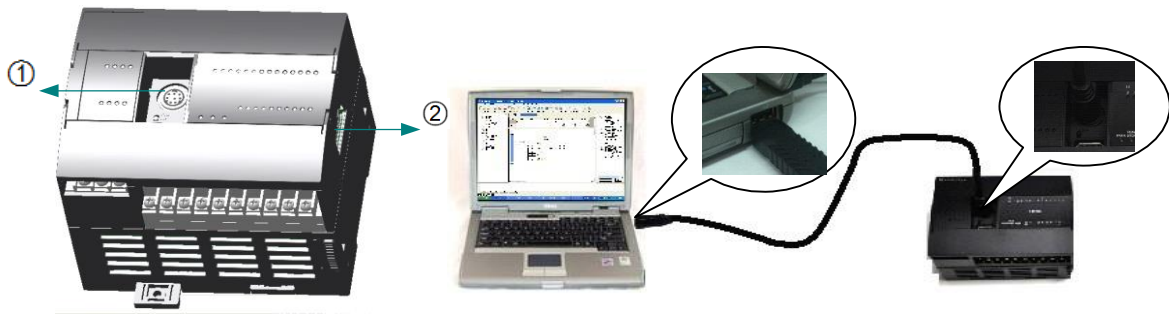

图 31 通讯连接示意
RS485 通讯接口，通过编程电缆建立与个人计算机（PC 机）的连接，实现用户程序下载和在线调试，并且用于与现场设备进行通讯。通过 8 芯圆形接口插座（图 31 ①处）实现 CPU 模块和 PC 机的连接通信，通过连接器（图 31 ②处）实现与扩展模块的连接通信。